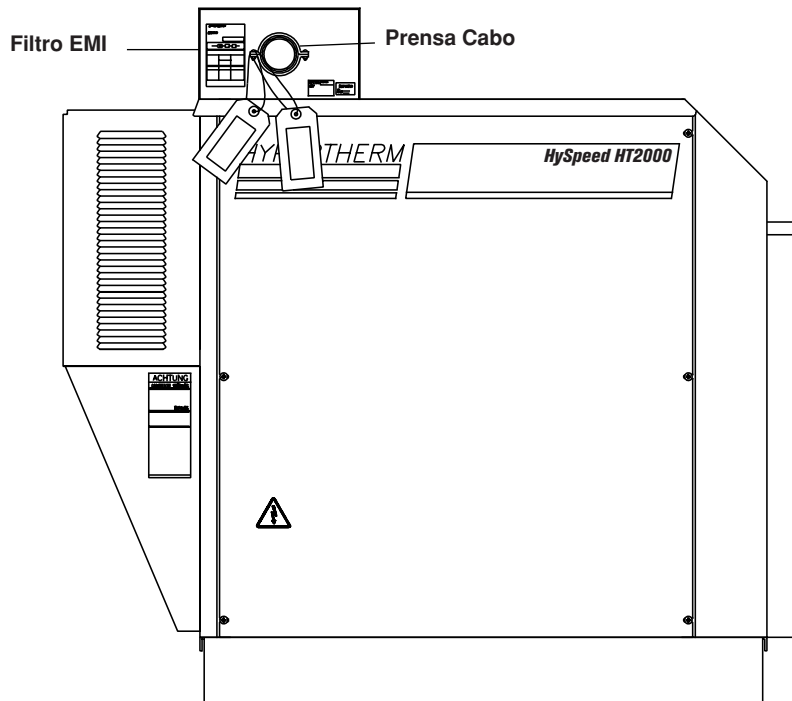

Figura e-1 Fonte de Energia HT2000 com Filtro EMI – Visão Lateral
1. Localize o filtro EMI na parte superior traseira da fonte de energia (veja figura e-1).
3. Insira o cabo de energia pelo prensa-cabo (veja Figura e-1).